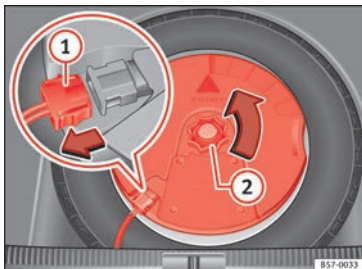

Abb. 247 Im Gepäckraum: Subwoofer ausbauen.
- Klemmen Sie das *Subwoofer*-Lautsprecher-Kabel ab »» Abb. 247 ①.
- Drehen Sie das Befestigungshandrad entgegen dem Uhrzeigersinn heraus »» Abb. 247 ②.